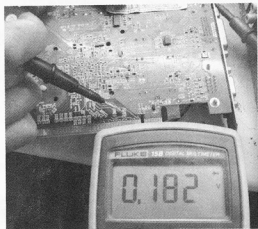

图 5-33 反面打值
(7) 反面测量耦合电容靠近 GPU 一端, 值应该一致, 如图 5-33 所示。